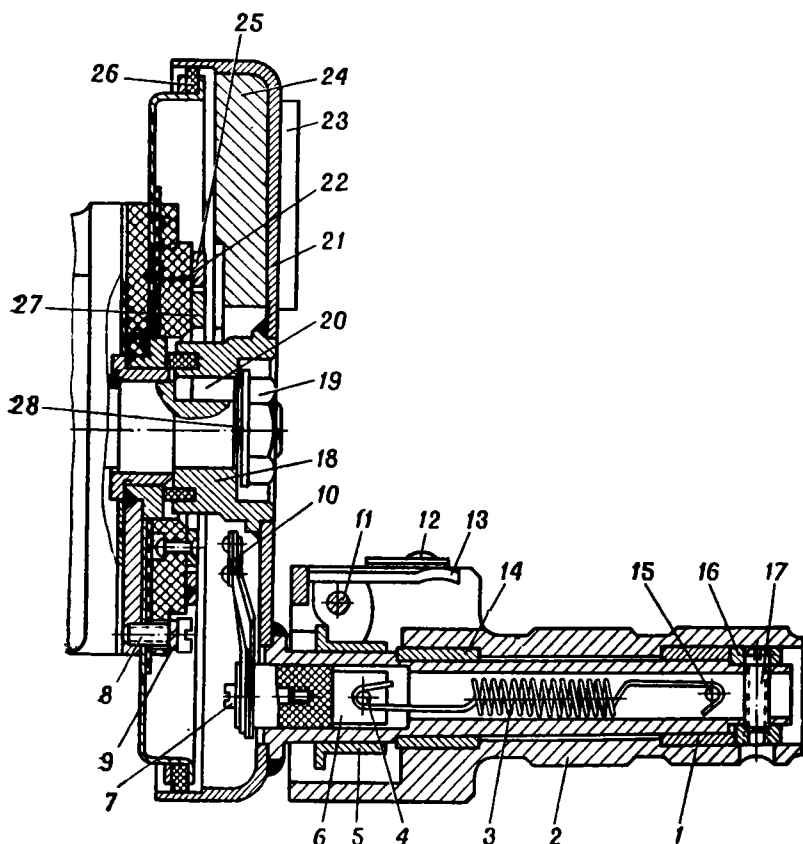

Рис. 41. Маховик подъемного механизма:
6. Отвернуть гайку 19 (рис. 41), снять пружинную шайбу 28 и подвижную часть 21 маховика, вывернуть винты 8 с пружинными шайбами 9 и снять неподвижную часть маховика.
8. Установить неподвижную часть маховика и закрепить его винтами 8 (рис. 41) с шайбами 9.
Надеть на валик 43 (рис. 42) с шестерней подвижную часть маховика 21 (рис. 41) со шпонкой 20 и закрепить гайкой 19 с шайбой 28.